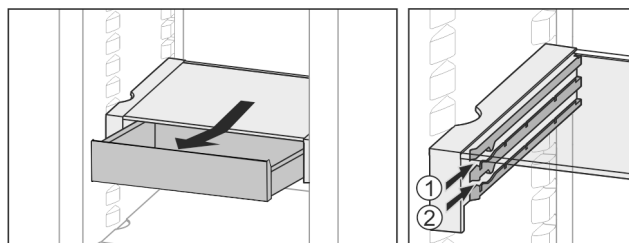

Fig. 35
- Skub den ind i den ønskede højde Fig. 35 (1) eller Fig. 35 (2).